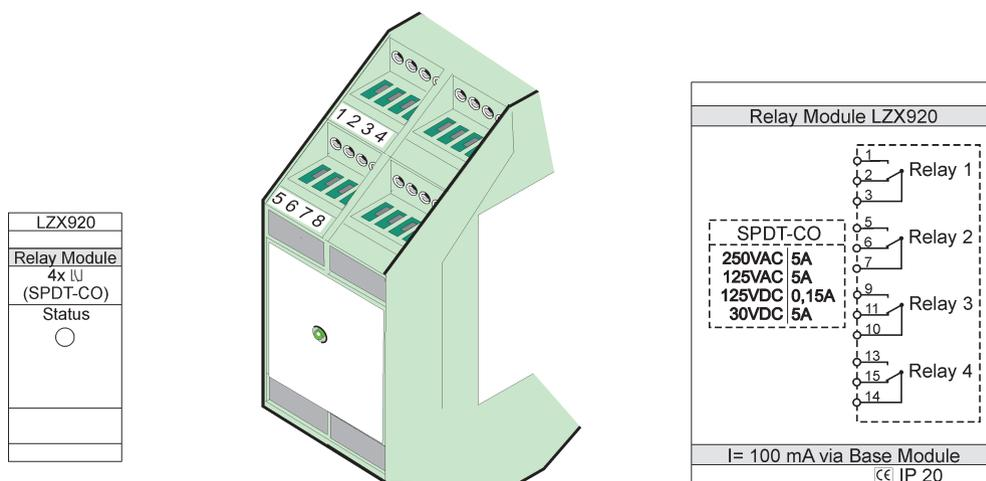

Figura 77 Modulo relay esterno
3. Creare le connessioni appropriate nel modo descritto in Figura 77 e Tabella 50.